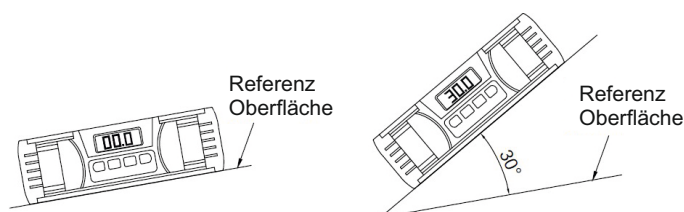

Abb. 5
- » Bewegen Sie das Gerät auf die andere Oberfläche, der Messwert ist der Winkel zwischen den beiden Oberflächen (Abb. 5).